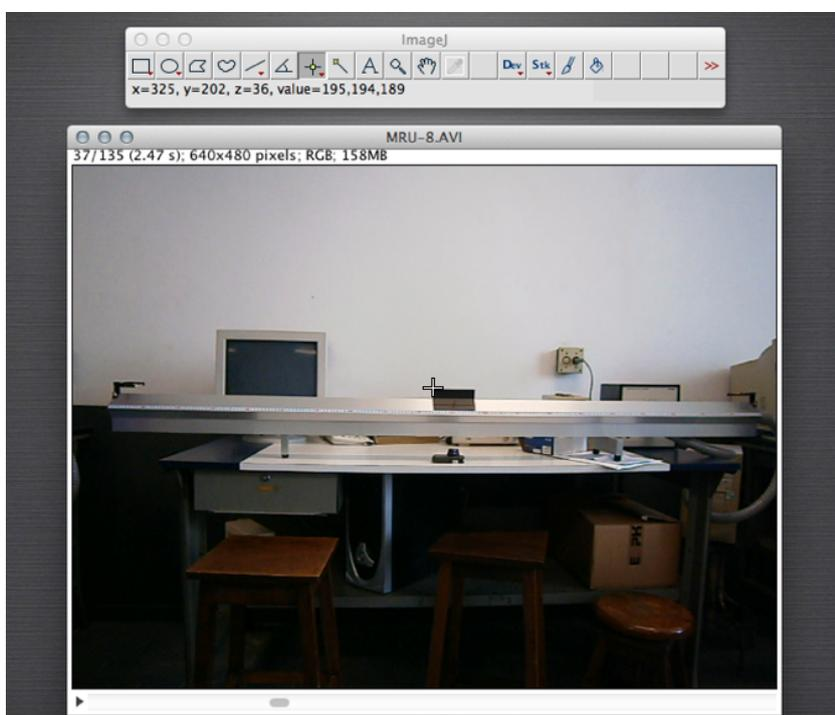

Figura E.5: ImageJ: posição do cursor sobre a imagem.
5. Experimente passar o cursor do mouse sobre a imagem. Você verá que embaixo da barra de ferramentas do ImageJ aparecerão alguns números, por exemplo, na Figura E.5: $x=325$, $y=202$, $z=36$, $value = 195$. As letras x e y correspondem à posição do cursor em *pixels* no sistema de referência mostrado na Figura E.5. A letra z corresponde à ordem em que imagem foi capturada em relação ao início do filme. Finalmente, *value* corresponde aos níveis de vermelho, verde e azul da imagem, nesta ordem. Para as análises que faremos, só utilizaremos a posição x e y do cursor.
6. Observe agora no canto superior esquerdo das imagens do filme (Figura E.5). Aparecem números semelhantes a ‘37/135 (2.47s); 640x480 pixels; RGB; 158 MB’. O primeiro deles significa que está sendo exibida a imagem 37 de um total de 135. O instante de tempo no qual essa imagem foi capturada em relação ao início do filme é indicado pelo número entre parênteses “2.47s” que é dado por $1/15 \times 37$ s (onde $1/15$ corresponde a 15 fotos ou *frames* por segundo), “640 X 480 pixels” corresponde às dimensões da imagem em número de *pixels*, “RGB” corresponde à qualidade da imagem, e “158